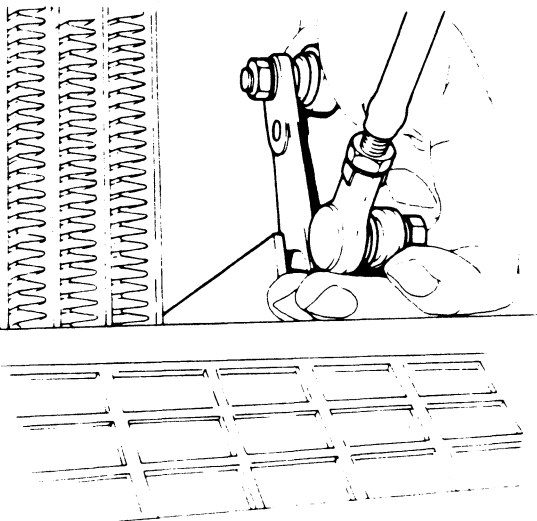

Fig. 11
- Door de moer los te draaien kan de voorste stang van de gasbediening afgenomen worden (Fig. 11).